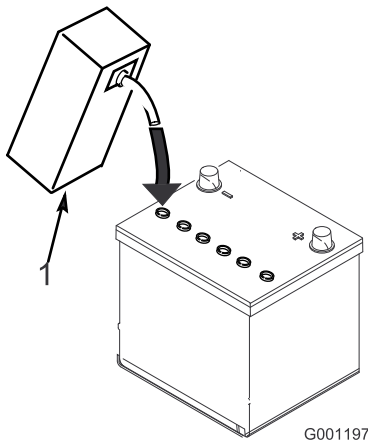

Bild 7
3. Füllen Sie vorsichtig in jede Zelle Elektrolyt ein, bis die Platten ungefähr mit 6 mm Flüssigkeit bedeckt sind (Bild 7).
- Lassen Sie die Elektrolytflüssigkeit für 20 bis 30 Minuten in die Platten durchtränken. Füllen Sie nach Bedarf auf, um den Elektrolytfüllstand auf ungefähr 6 mm unter dem Einfüllstutzen anzuheben (Bild 7).